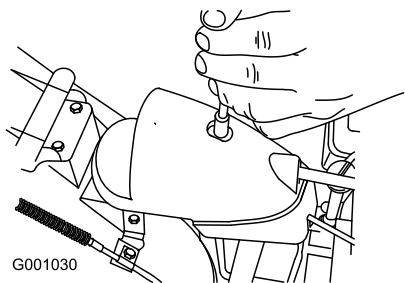

Figure 55
1. Retirez la fixation du couvercle du secteur denté (Figure 55), soulevez l'avant du couvercle et faites-le coulisser en arrière de façon à l'écartier.